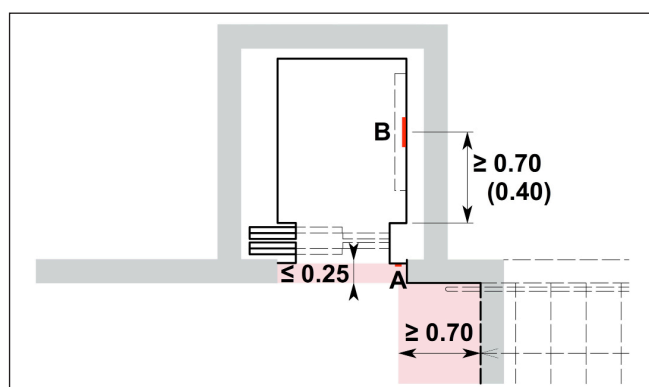

Bild 3: Abstand Befehlsgeber zu Raum- und Kabinenecken
- > Die Bedienelemente (A) müssen neben der Schachttüre, bei mehreren Aufzügen zwischen zwei Schachttüren angeordnet werden.
- > Der Abstand zwischen Ruftaster und Raumecken oder Treppen muss min. 0.70 m betragen (Bild 3).